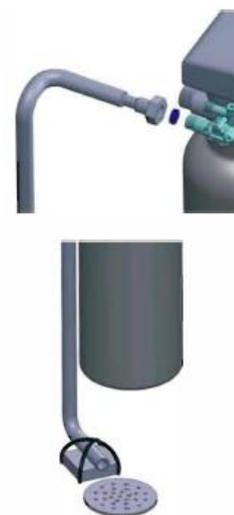

Figure 1-4
a. Как показано на рис. 1-4, вставьте соединитель сливного шланга в сливное отверстие.
d. Найдите колодец для сливного шланга, как показано на рис. 1-4.
- Не соединяйте слив с канализацией и оставьте между ними определенное пространство, чтобы избежать попадания сточных вод в водоочистное оборудование, как показано на рис. 1-4.